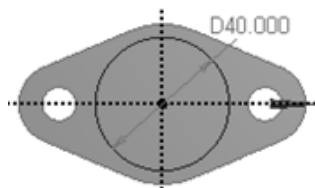

图 3.3.18 截面草图 2
(1) 定义草图平面并选取草图命令。在“草图绘制”工具条的 **XYPlane** 下拉列表中选择 **XYPlane** 平面为草图平面, 单击工具条中的“New Sketch”按钮 , 在选项卡区域打开 **Sketching** 选项卡进入草图绘制模式。
(2) 绘制图 3.3.18 所示的截面草图。